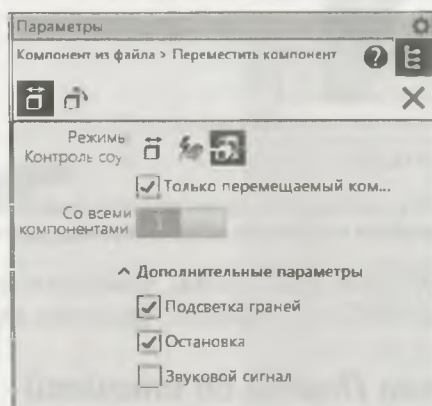

Рис. 25.24. Панель **Параметры: Переместить компонент**
- ◆ нажмите кнопку **Контроль соударений** — на панели **Параметры: Переместить компонент** (рис. 25.24) в группе **Дополнительные параметры** появились следующие элементы: